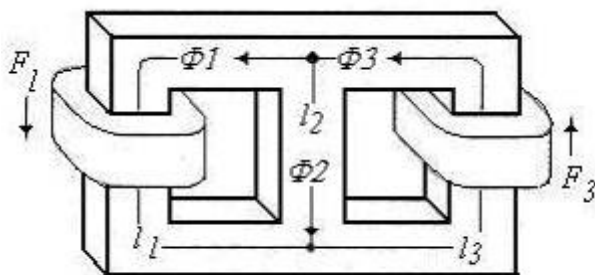

Fig. 8
9.-El circuito magnético paralelo de la Fig. 8 es de silicio-acero con la misma área de sección transversal en toda su extensión  $S = 1,30$  cm2. Las longitudes medias son  $l_1 = l_3 = 25$  cm,  $l_2 = 5$  cm. Las bobinas tienen 50 vts. cada una. Dado que  $\phi_1 = 90$  μwb y  $\phi_3 = 120$  μwb. Halle las corrientes de las bobinas.